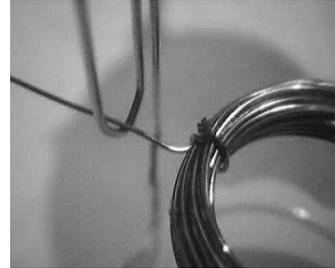

Abb.6: Detailansicht
- Zwei Büroklammern werden am Holzbrett befestigt (Kleber benutzen, falls notwendig), so daß sich die Spule in den beiden Büroklammern möglichst frei drehen kann (Abb.6).